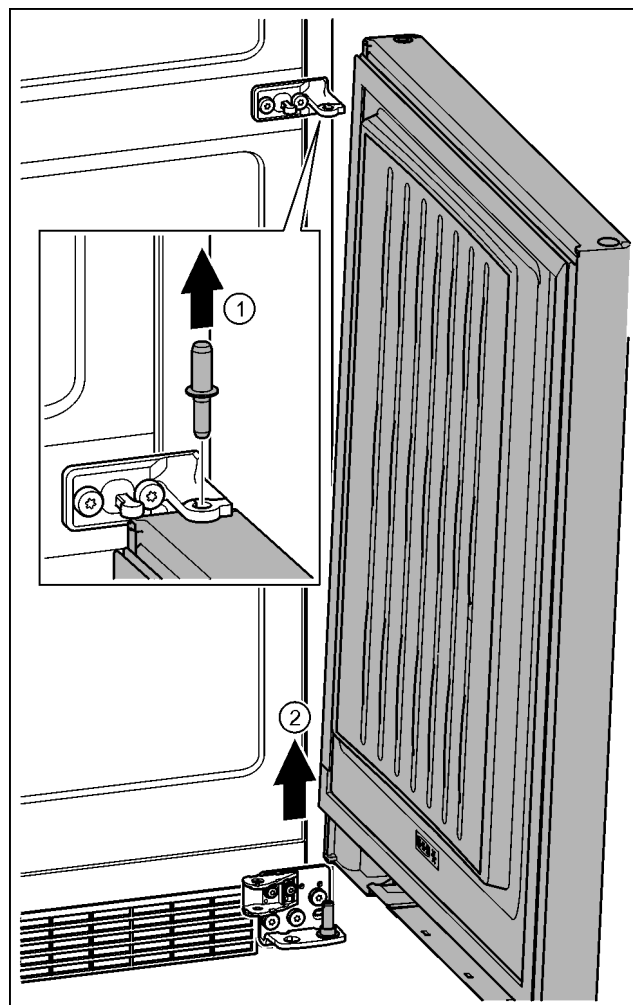

Fig. 22
- ▶ Extraiga el perno hacia arriba. Fig. 22 (1)
- ▶ Gire la puerta hacia fuera, tire hacia arriba y colóquela a un lado. Fig. 22 (2)